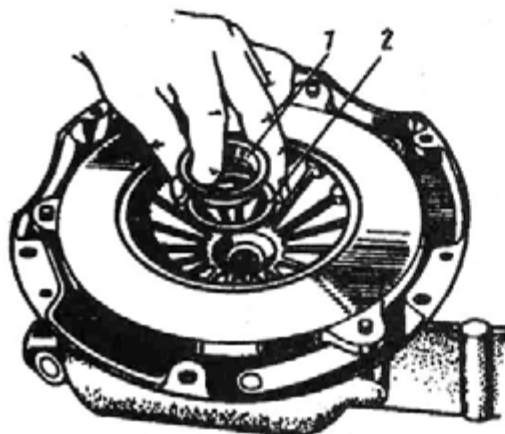

Рис. 85. Установка центральной втулки крепления опорной плиты и пружинного кольца:
- установите пружинное коническое кольцо 2 (рис. 85) вогнутой стороной к нажимной пружине и накройте его фланцем центральной втулки 1, вставив последнюю в отверстие нажимной пружины;